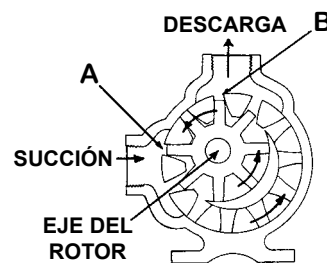

FIGURA 3
- Succión/Descarga** - La rotación del eje determinará qué conducto es el de succión y descarga. La **figura 3** demuestra cómo la rotación determina cuál conducto es cual; a medida que los elementos de bombeo (dispositivos) salen del engranaje, punto "A" en la **figura 3**.